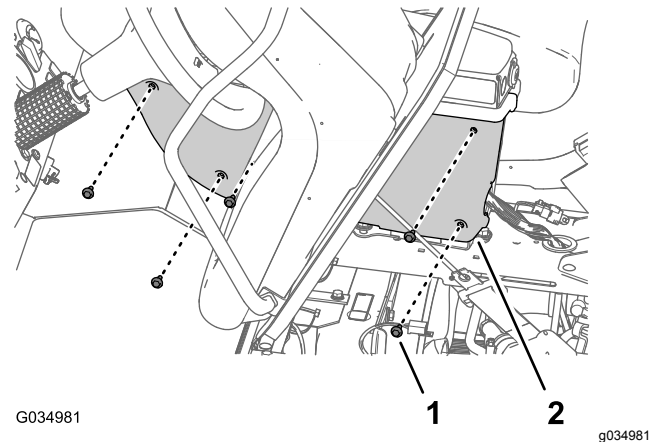

Bild 112
- Entfernen Sie die fünf Bundkopfschrauben (1/4" x 3/4"), mit denen die Abdeckung an der linken Seite der mittleren Konsole befestigt ist (Bild 112).